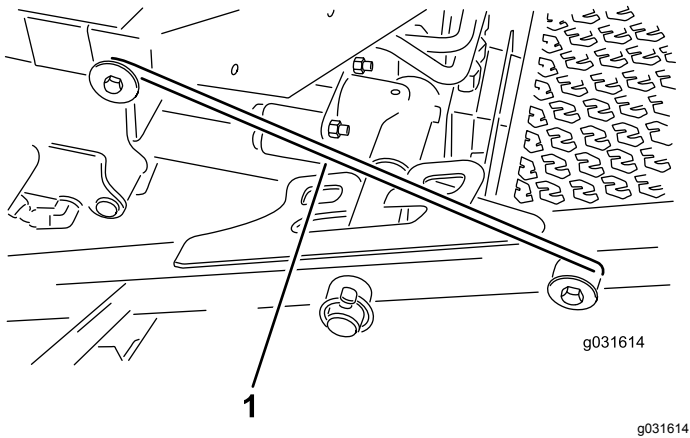

图 31
4. 从承载架固定器上松开门锁杆图 31。
5. 提起前剪草刀盘的外侧将门锁放到安装在操作员平台前部的机架销上图 31。